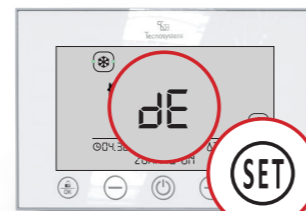

Fig. 12
**5.4 Deumidificazione** ( + "dE"). Con crono master sbloccato, entrare in modalità setting e mediante il tasto scegliere il simbolo (lampeggiante) + "dE" e confermare con il tasto . Questa impostazione prevede l'apertura al 100% di tutte le serrande presenti nel sistema per garantire alla macchina canalizzata di deumidificare in tutte le zone presenti nel sistema (Fig. 12). Nel caso in cui non si intenda utilizzare questa finzione in una o più zone del sistema, sarà possibile operare come di seguito indicato: